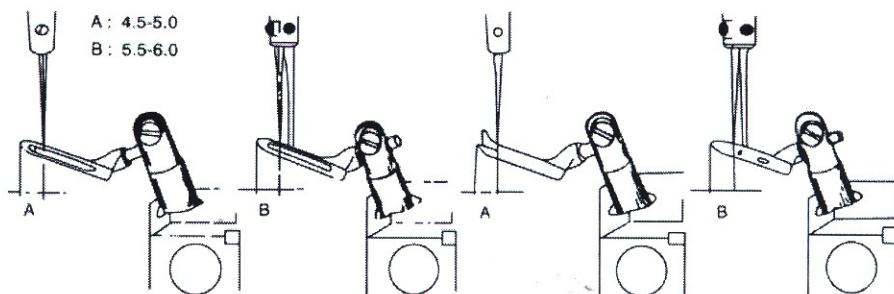

Figura 17
- Quando o laçador direito se mover para a extremidade esquerda, a distância entre a ponta do laçador e a linha central da agulha é de 4,5 a 5,0 mm para uma agulha. Para duas agulhas, a distância é de 5,5 a 6,0 mm da agulha da esquerda, conforme Figura 17.